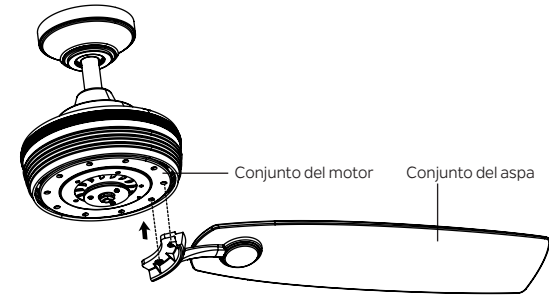

Figura 19
**Paso 2.** Fije el conjunto de aspas a los orificios ubicados en la parte inferior del conjunto del motor. Apriete los dos tornillos del motor preinstalados en el soporte del aspa. (Figura 19)